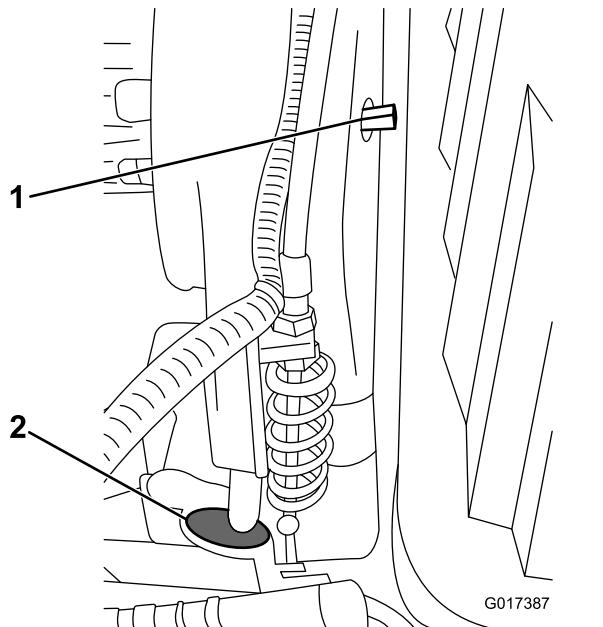
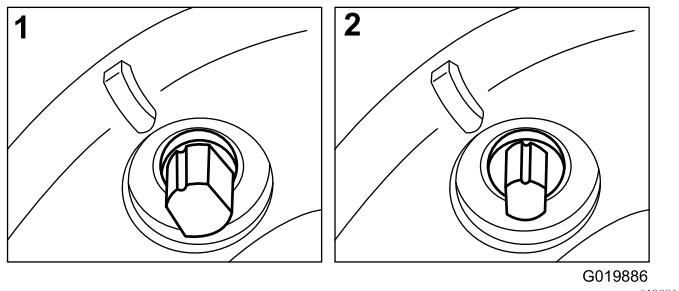

图49
图50
如果需要检查滚刀离合器请从变速箱前面的检查孔中取出橡皮塞(图49)。
传动带的张紧由弹簧加载怠轮皮带轮控制。如果必须接合/分离皮带张紧力请使用 9.5mm 扳手将接合/分离轴图49 旋转到所需的位置。将轴顺时针旋转 1/4 圈使皮带张紧轮与传动带分离图50。
- 注意** 要查看滚刀离合器请从变速箱前面的检查孔中取出橡皮塞 (图49)。